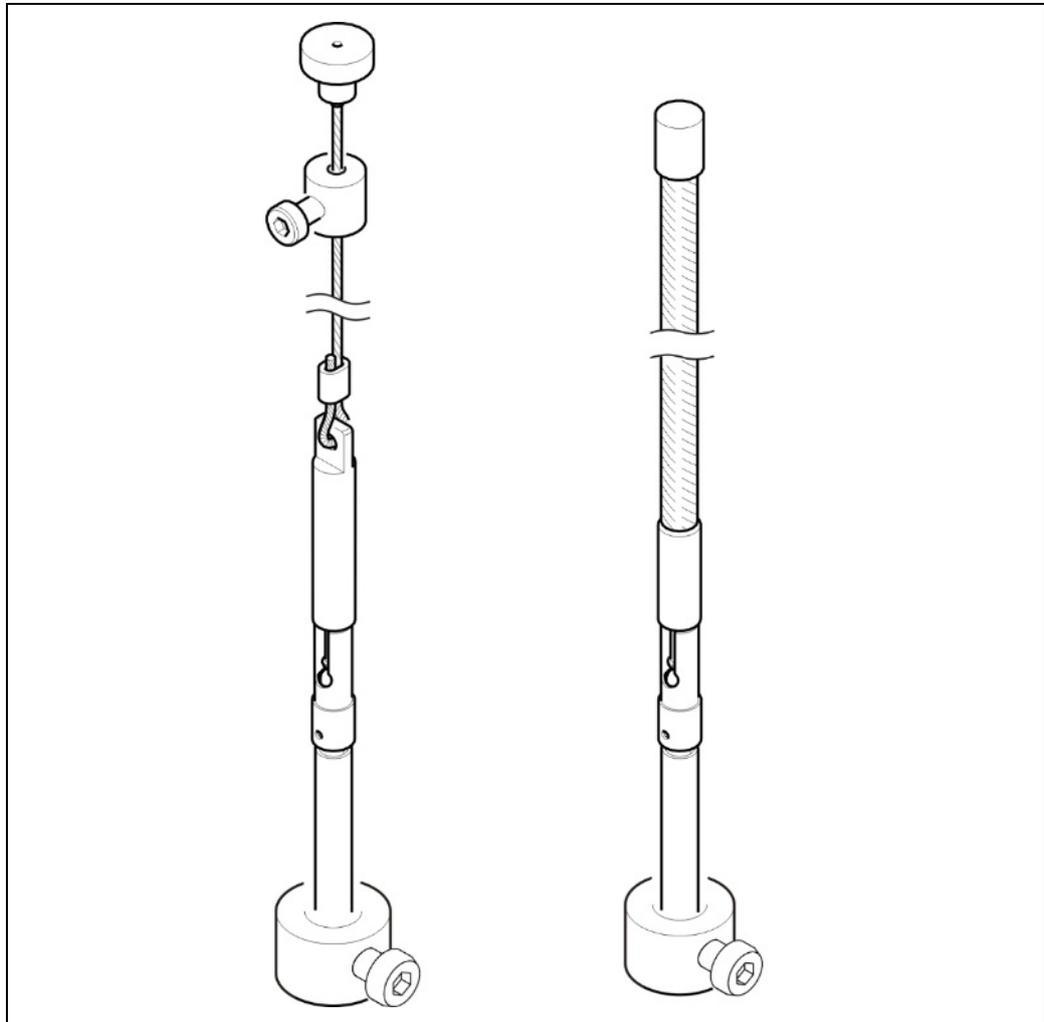

Abb. 17 Sichtprüfung Strahlerhalter
1. Prüfen Sie alle sichtbaren Teile des Strahlerhalters und des Schnappmechanismus (Abb. 17) auf Korrosion indem Sie die biegsame Welle oder das Stahlseil maximal herausziehen.